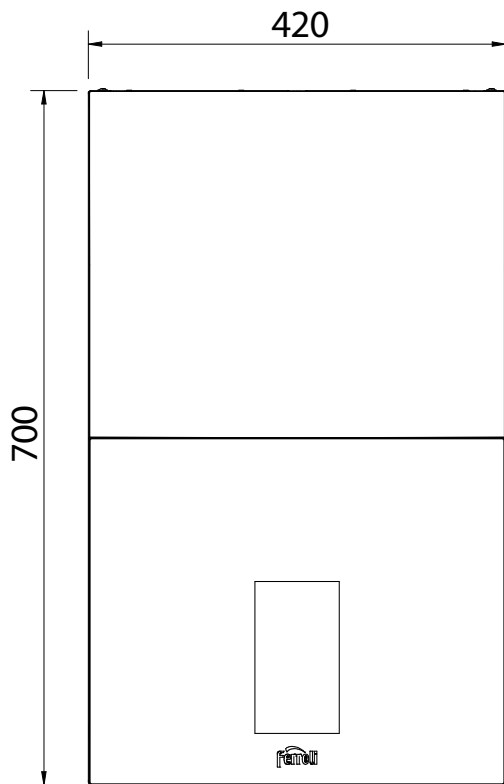

fig. 35- Vedere frontală
- 2 - Atingând pictograma meniului principal și apoi [Resetare centrală], când apare un ecran similar cu cel afișat în fig. 35 (pictograma meniului principal, cu un punct roșu).